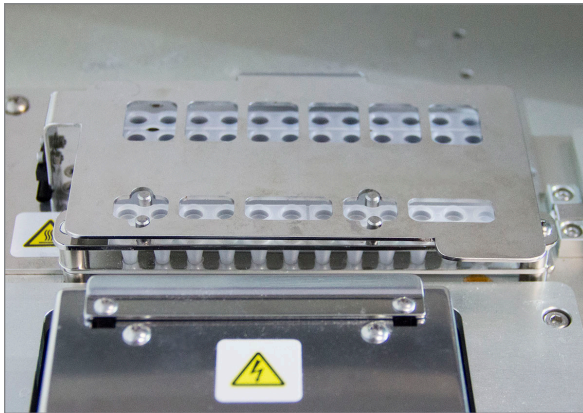

FIGURE 5.23 : Couvercle refermé sur les tubes
- a. Bien refermer le couvercle, qui se rabat sur les tubes (**FIGURE 5.23**).